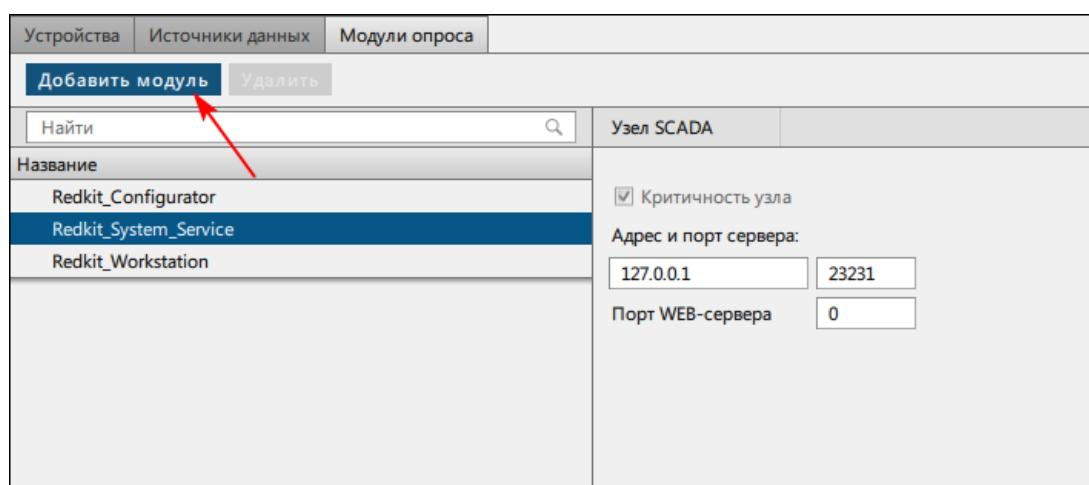

Рисунок 239 - Добавить модуль
11. На вкладке **Модули опроса** у сервисного узла(ов) (*Redkit\_System\_Service* или *Redkit\_Master* и *Redkit\_Slave*, в зависимости от типа конфигурации) нажмите **Добавить модуль** (Рисунок 239).